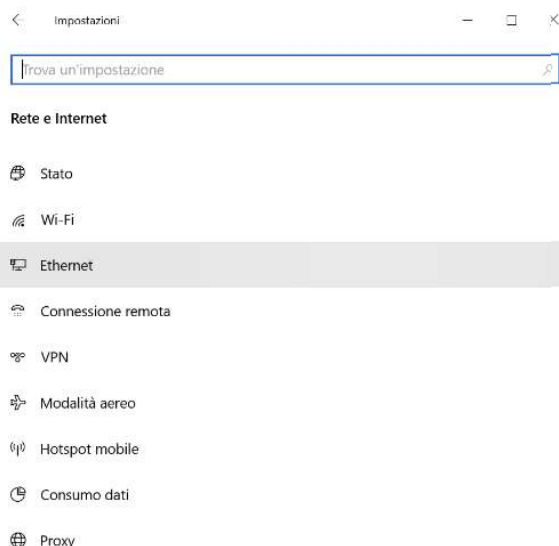
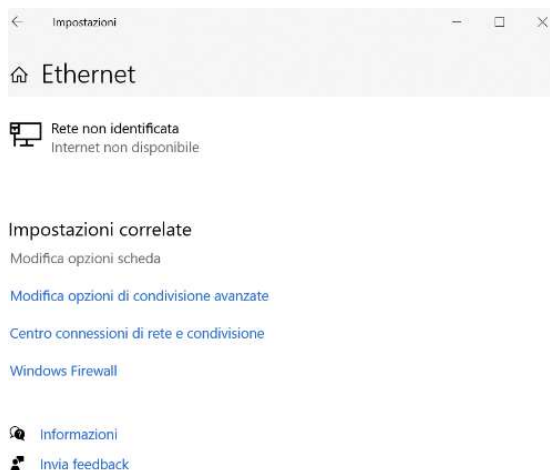

Fig. 10
Fig. 11
4. Scegliere ancora Ethernet (Fig.10) e si aprirà il menù come in Fig 11.